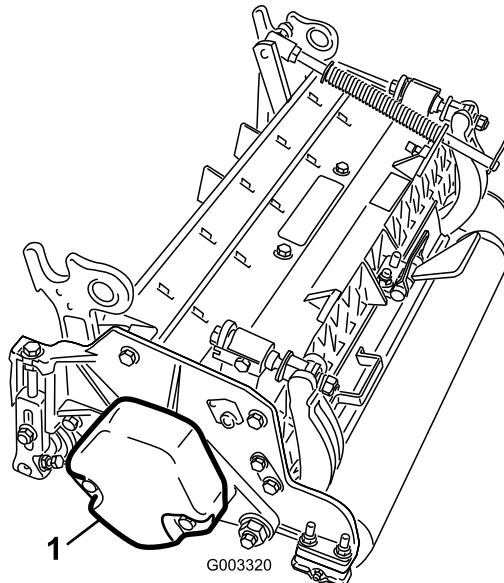

图 5
3. 按照滚刀组 *操作员手册* 的说明确保将配重块 图 5 安装到滚刀组正确的一端上。